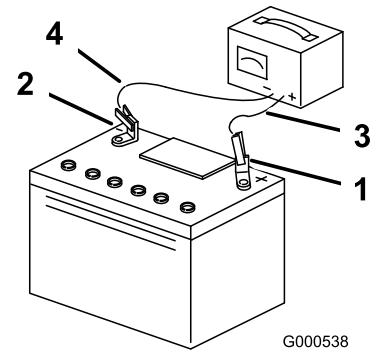

Figura 44
4. Quando a bateria estiver totalmente carregada, desligue o carregador da tomada elétrica e em seguida desligue os cabos do carregador dos bornes da bateria (Figura 44).